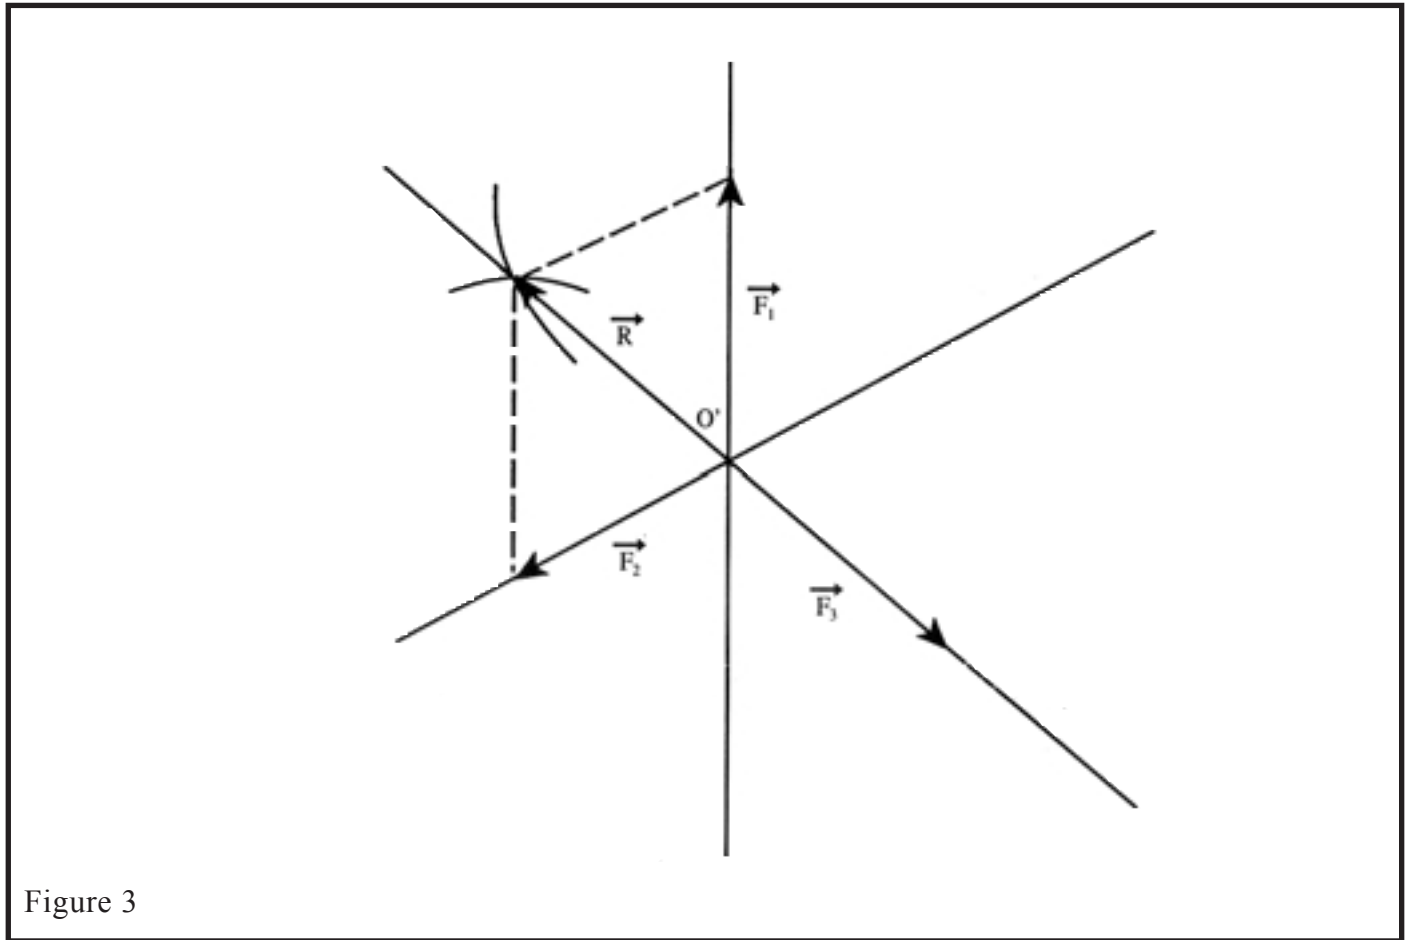

Figure 3
6) Je fais coïncider le point d'intersection des droites d'action du calque avec le point  $O'$  de la fig. 3 et je trace les lignes d'action des trois forces.